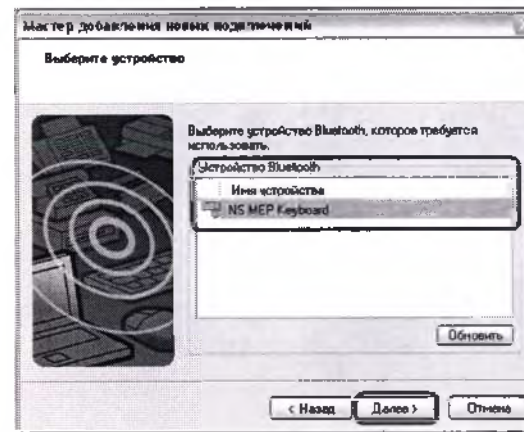

Рис. 12
- Выберите имя устройства «NS MEP Keyboard» в списке найденных устройств и нажмите кнопку «Далее» (рис. 12). Подождите несколько секунд, пока будет выполняться поиск доступных сервисов.